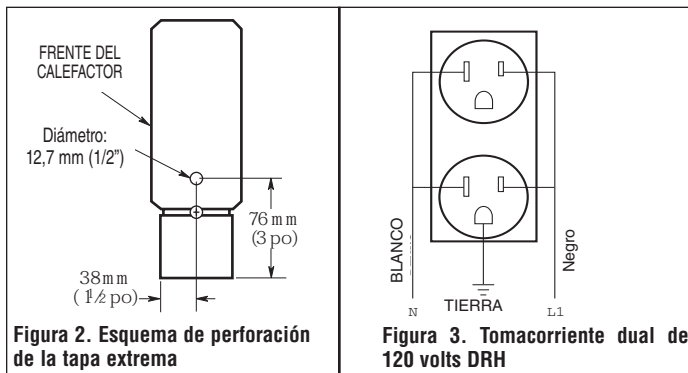

Figura 2. Esquema de perforación de la tapa extrema
5. AL HACER EL AGUJERO EN LAS TAPAS EXTREMAS PARA LA INSTALACIÓN ADYACENTE AL EXTREMO DEL CALEFACTOR, EXTRAIGA SIEMPRE LAS TAPAS EXTREMAS DEL CALEFACTOR Y DEL ELEMENTO ACCESORIO A AGUJEREAR. VEA LA UBICACIÓN EN LA FIGURA 2 DE LA PÁGINA 2.
4. Cuando el elemento accesorio se instala adyacente a un calefactor, el conexionado puede encaminarse desde el calefactor hasta el elemento accesorio haciendo un agujero de 12,7 mm (1/2 pulgada) de diámetro en las tapas extremas plásticas. Vea la ubicación recomendada para la perforación en la Figura 2, y la Advertencia 5.